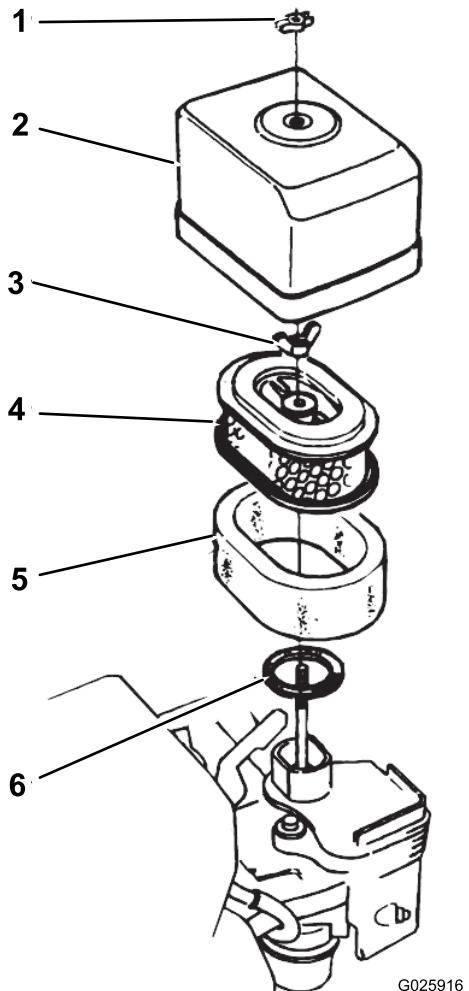

Figure 32
- Enlevez les écrous à oreilles qui fixent le couvercle du filtre à air et déposez le couvercle (Figure 32).
- Retirez l'écrou à oreilles de fixation du filtre à air et déposez le filtre (Figure 32).
- Retirez l'élément en mousse de l'élément en papier (Figure 32).